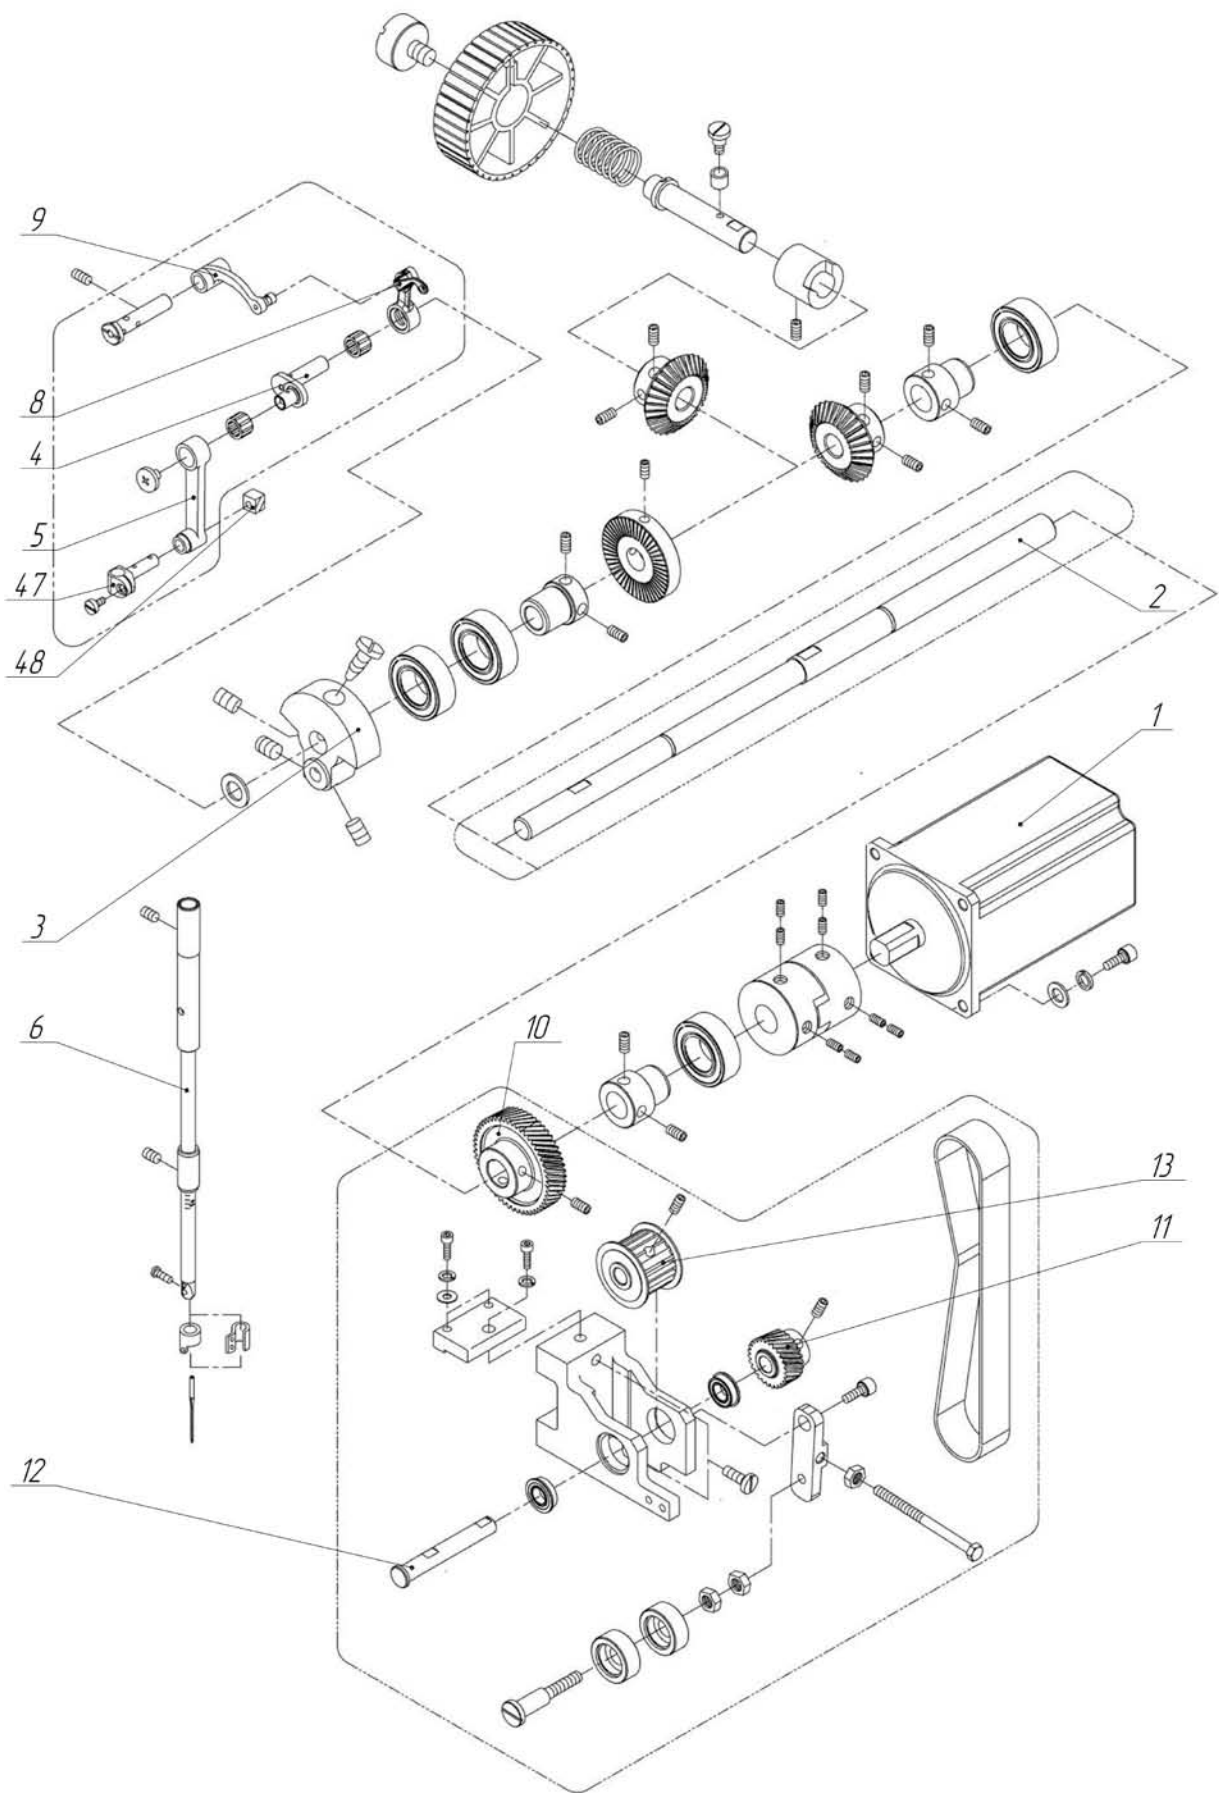

Рисунок 3 – Механизмы иглы и нитепритягивателя
Главный вал 2 (рисунок 3) полуавтомата получает движение от асинхронного электродвигателя 1 (прямой привод). На переднем конце главного вала крепится кривошип 3, в котором закреплен палец кривошипа 4. На внешнюю ступень пальца надет игольчатый подшипник, на который надета верхняя головка шатуна 5. Нижняя головка шатуна 5 связана с поводком 47. Поводок крепится к игловодителю 6 при помощи клеммового соединения и отросток поводка вставлен в ползун 48, который перемещается по направляющим в рукаве машины.
***Механизм челнока.*** От главного вала 1 (рисунок 3, 4) движение посредством зубчатой передачи 10-11 передается вспомогательному валу 12. На валу 12 закреплен барабан 13, от которого движение передается барабану 14 посредством зубчато-ременной передачи. Барабан 14 закреплен на челночном валу 15, на котором закреплен челнок 16, совершающий вращательное движение.